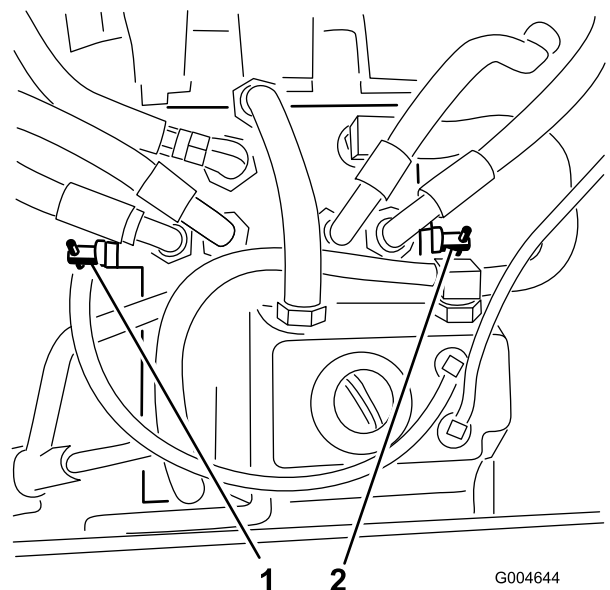

Figure 34
3. Tournez chaque vanne de dérivation d'un tour dans le sens anti-horaire (Figure 34).
Tournez chaque vanne de dérivation d'un tour dans le sens horaire et serrez-les à la main (couple de serrage de 8 Nm approx.) (Figure 34).